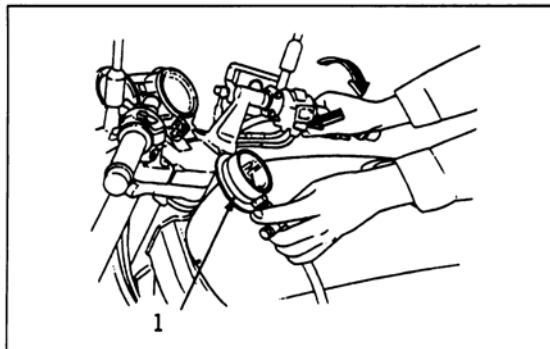

Bild 11
- Gasgriff voll öffnen, Motorstoppschalter auf OFF und Motor mit Starter durchdrehen, bis die Anzeige des Kompressionsmessers nicht mehr weiter steigt (Bild 11). Das geschieht normalerweise